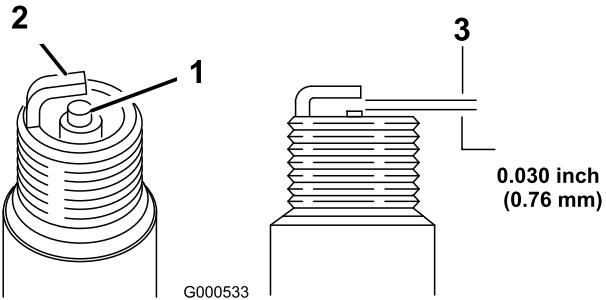

Bild 52
2. Prüfen Sie den Abstand zwischen der mittleren und der seitlichen Elektrode (Bild 52) und biegen Sie die seitliche Elektrode, wenn der Abstand falsch ist.
1. Sehen Sie sich die Mitte der Zündkerzen an (Bild 52).